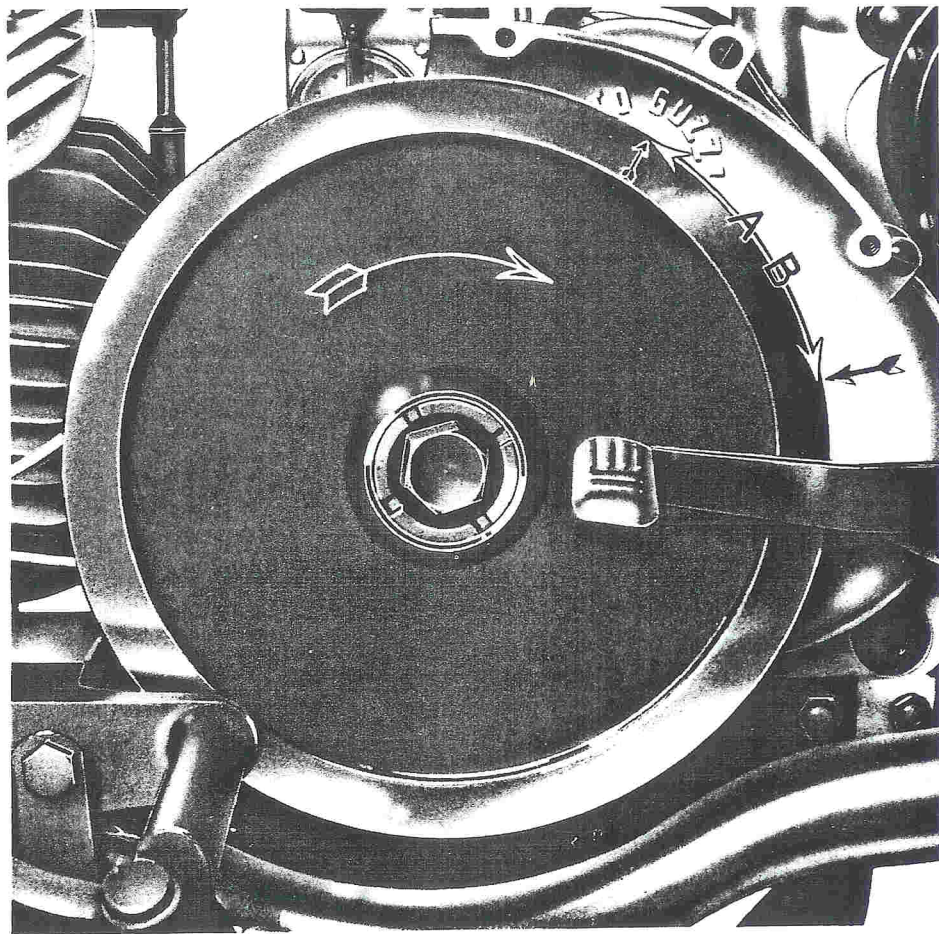

Fig. 26
Fig. 26 bis
N.B. — La suddetta misura deve essere presa sulla periferia del volano (vedere fig. 26 B).
N.B. — La suddetta misura deve essere presa sulla periferia del volano (vedere fig. 26 A).
Mettere a punto morto il motore prima di montare gli ingranaggi della distribuzione. Montare gli ingranaggi controllando che il dente segnato del pignone asse motore entri fra i denti segnati dell'ingranaggio dell'albero a camme e che il dente segnato di quest'ultimo entri fra i denti segnati sull'ingranaggio comando magnete (vedere fig. 26 bis).